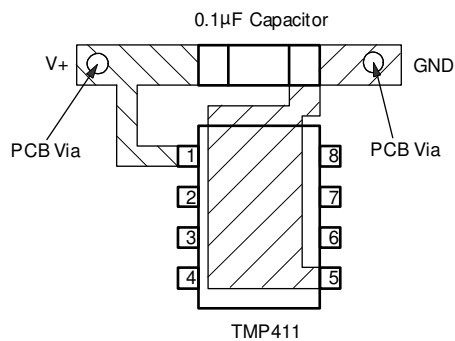

図 9-11. 推奨されるバイパス コンデンサの配置
- 図 9-11 に示すように、TMP411/TMP411D の V+ ピンと GND ピンの間には、0.1 $\mu$ F ローカルバイパスコンデンサを直接接続します。最適な測定性能を得るために、D+ と D- の間のフィルタ容量を 1000pF 以下の最小限に抑えます。この容量には、リモート温度センサと TMP411/TMP411D の間のケーブル容量も含まれます。